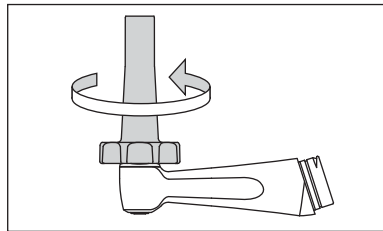

図7
- 4) レンチをヘッドキャップに合わせ、反時計回りに回し、ヘッドキャップを取り外します。(図7)